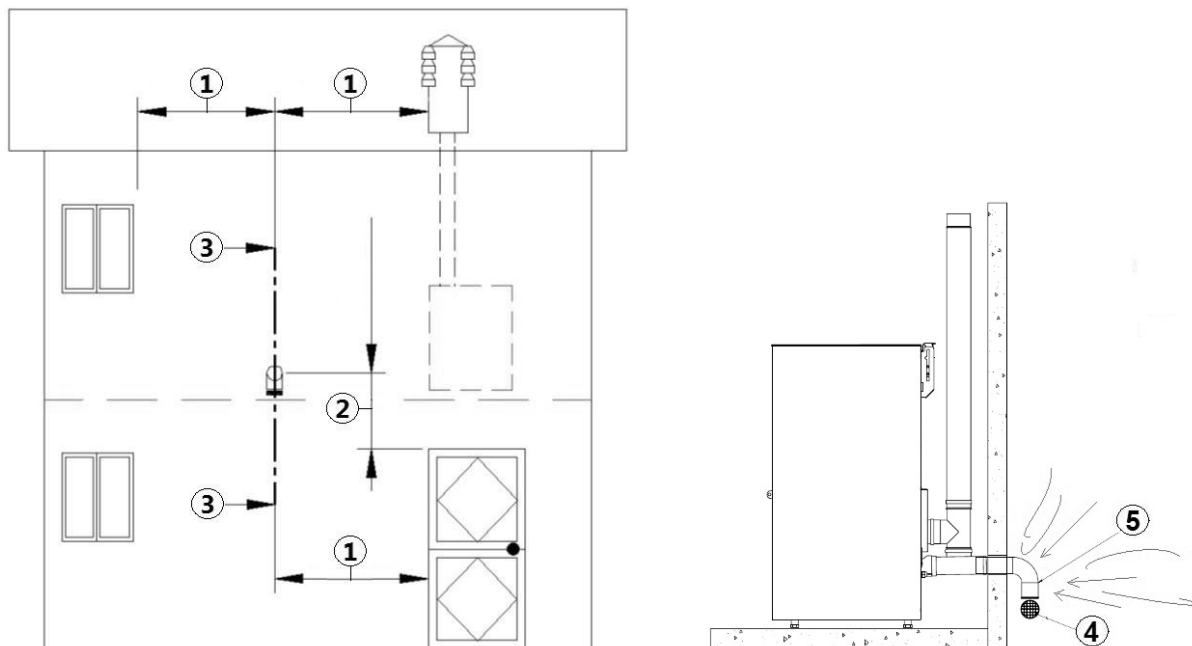

Fig. 11 - Είσοδος αέρα για εγκατάσταση σφραγισμένου θαλάμου
LEGENDA	Fig. 11
- Στον εξωτερικό τοίχο είναι απαραίτητο να εγκαταστήσετε ένα γωνιακό σύνδεσμο με κλίση  $90^\circ$  για να προστατέψετε τη ροή καυσίμου αέρα από την επίδραση του ανέμου , τοποθετήστε την είσοδο του γωνιακού συνδέσμου προς τα κάτω ,βλέπε **Fig. 11**.